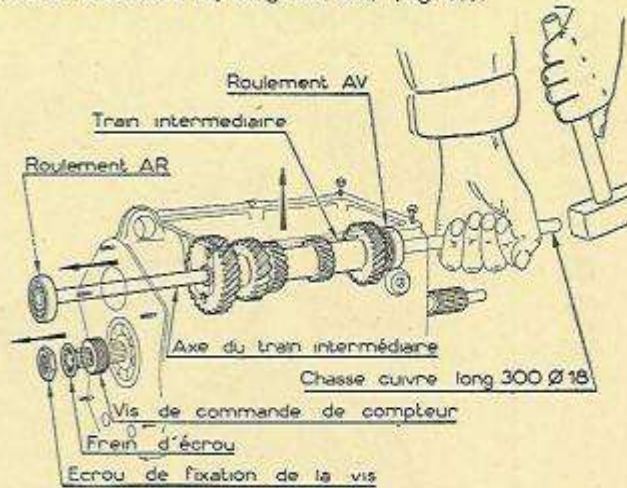

Figure 28.
- Sortir l'axe du train intermédiaire C 25 de l'AV vers l'AR avec son roulement AR C 26 à l'aide d'une chasse en cuivre (diamètre 18, longueur 300) (fig. 28).